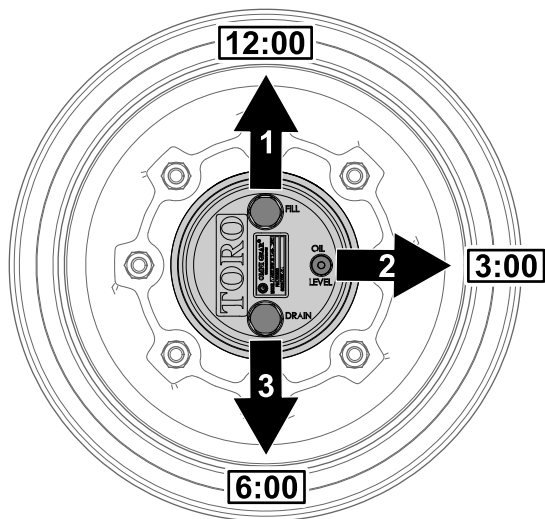

Bild 65
1. Parken Sie die Maschine auf einer ebenen Fläche und positionieren Sie das Rad so, dass die Füllschraube auf 12 Uhr, die Prüfschraube auf 3 Uhr und die Ablassschraube auf 6 Uhr steht (Bild 65).
2. Entfernen Sie die Prüfschraube, die auf 3 Uhr steht (Bild 65).
1. Parken Sie die Maschine auf einer ebenen Fläche und positionieren Sie das Rad so, dass die Füllschraube auf 12 Uhr, die Prüfschraube auf 3 Uhr und die Ablassschraube auf 6 Uhr steht, siehe Bild 65 in Prüfen des Ölstands im Planetengetriebe (Seite 62).